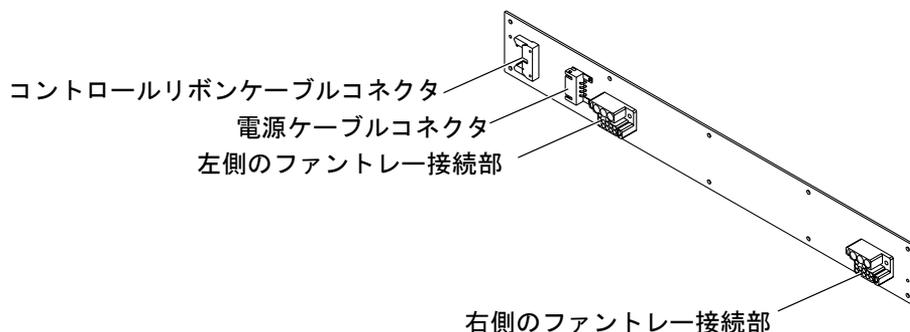

図 14-2 ファンバックプレーンの接続部
5. ファンバックプレーンから、電源ケーブルコネクタおよびコントロールリボンケーブルコネクタを外します。詳細は、図 14-2 を参照してください。
1. 電源コネクタおよびコントロールコネクタを左側にしてファンバックプレーンの位置を決め (図 14-2)、ファントレースロットのセパレータ (2 つのファントレーの中央部分) を避けるように傾けてボードをキャビネットに挿入し、取り付け穴に合わせます。
3. ファンバックプレーンに、電源ケーブルコネクタおよびコントロールリボンケーブルコネクタを接続します。詳細は、図 14-2 を参照してください。